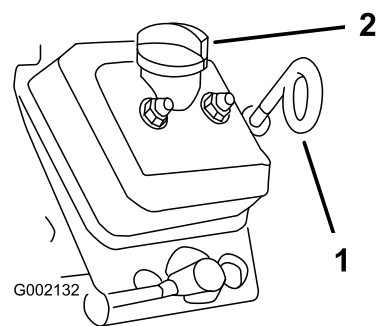

Figura 32
3. Utilize um pano para limpar em redor da vareta de óleo e tampão de enchimento (Figura 32) de forma a que a sujeidade não caia no tubo da vareta ou no tubo de enchimento e danifique o motor.
4. Remova a vareta e limpe-a com um pano (Figura 32).
5. Coloque a vareta no tubo e verifique se fica completamente introduzida (Figura 32).
8. Volte a colocar o tampão de enchimento (Figura 32).
9. Insira a vareta do óleo e coloque-a com firmeza (Figura 32).